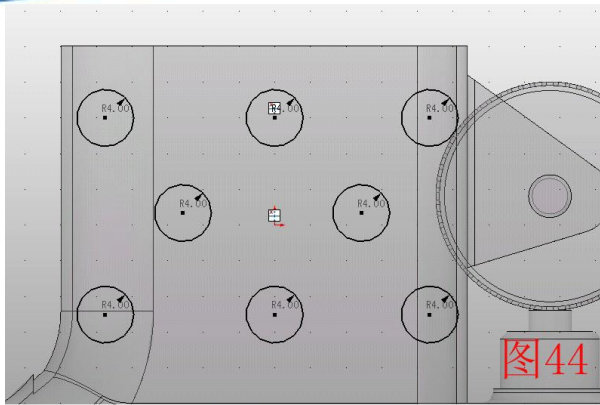
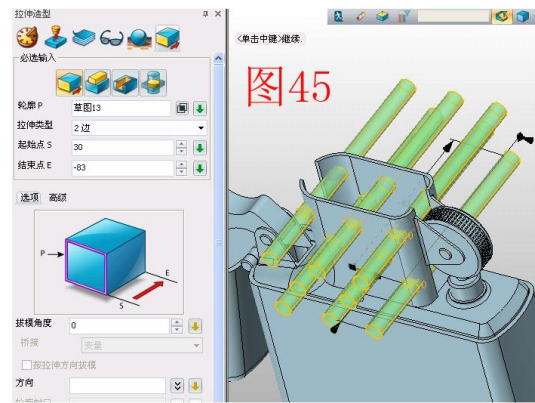
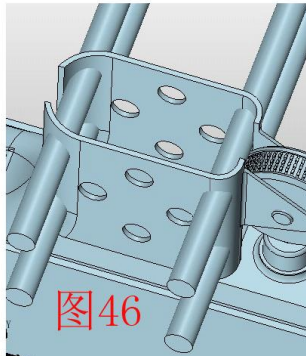
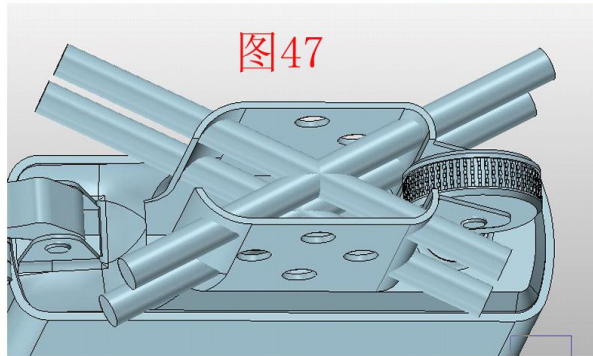

图44
图45
图46
图47
10、XZ 面插入草图 12，绘制半径为 4 的 8 个圆，如图 44；点击拉伸--基体，拉伸草图 12，如图 45；点击组合--减运算，减去中间的 4 个圆柱，如图 46；点击移动--动态移动，调整另外 4 个圆柱位置，如图 47，再次用组合减运算减去。最后可以用文字工具在打火机的外壳上打上字即可，效果图及渲染图如下。